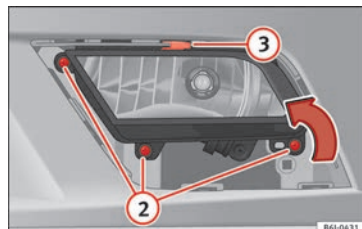

Fig. 96 Phare antibrouillard.
- Retirez les vis (3x) » **fig. 96 ②** pour retirer le phare antibrouillard.
- Retirez l'agrafe métallique située sur la partie supérieure du phare antibrouillard vers l'extérieur du véhicule » **fig. 96 ③**.